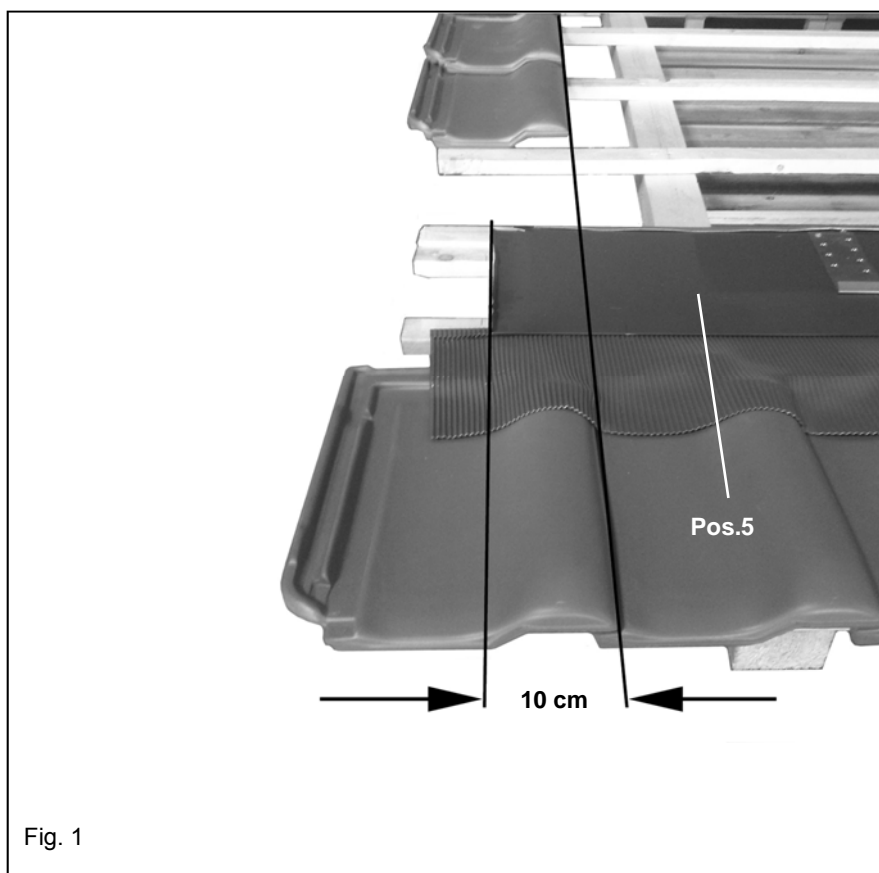

Fig. 1
- Rispettare la misura di 10 cm all'estremità della fila sinistra di tegole (Fig. 1)